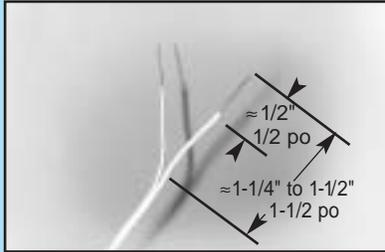

Fig. 4-1
2. Parta los cables en los extremos y quite 1/2 pulgada de aislamiento del extremo de cada cable. Fig. 4-1.
2. Séparer l'extrémité du fil et dénuder le revêtement à 1,5 cm de chacun des fils. Fig. 4-1.